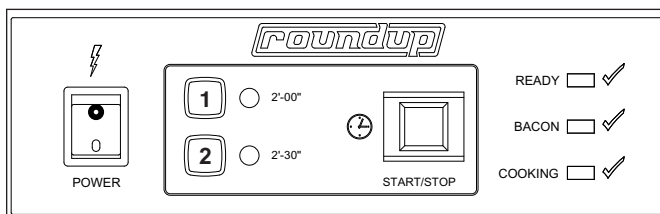

Figure 2. Commandes d'exploitation
1. Placez l'interrupteur à bascule (marche/arrêt) sur ON (marche) (Figure 2).